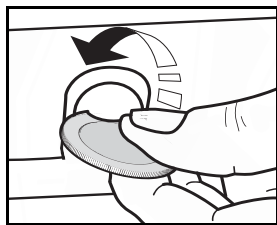

Fig.4
1. Avlägsna skruvarna och deras brickor till höger och vänster med hjälp av ett mynt eller specialverktyg (Fig.4).